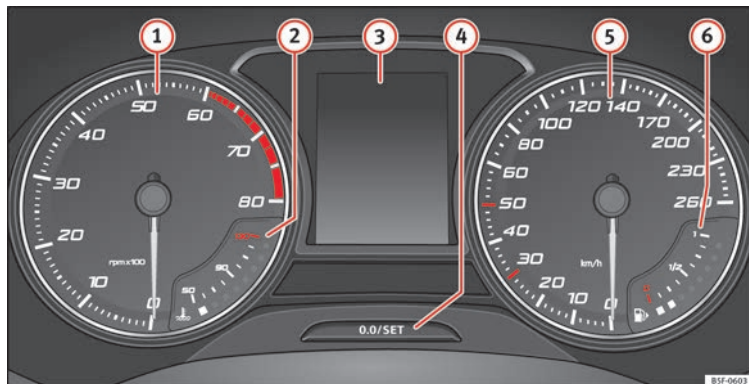

Fig. 115 Painel de instrumentos no painel de bordo.
» » Fig. 115:
O conta- rotações mostra o regime de rotações do motor por minuto » » Fig. 115 ❶.
O ponteiro do conta- rotações ❶ » » Fig. 115 só deverá atingir a zona vermelha durante um curto período de tempo, caso contrário existe o risco de causar danos no motor.
Ao ligar a ignição pode visualizar- se no ecrã do painel de instrumentos » » Fig. 115 ❸ informações diversas, em função do equipamento do veículo:
- Pressione brevemente o botão »» **Fig. 115**  para repor o conta-quilómetros parcial a 0.
- Para ajustar a hora, mantenha pressionado o botão »» **Fig. 115**  durante mais de 3 segundos para seleccionar o indicador de horas ou de minutos.
Mantenha pressionado o botão » » **Fig. 115**